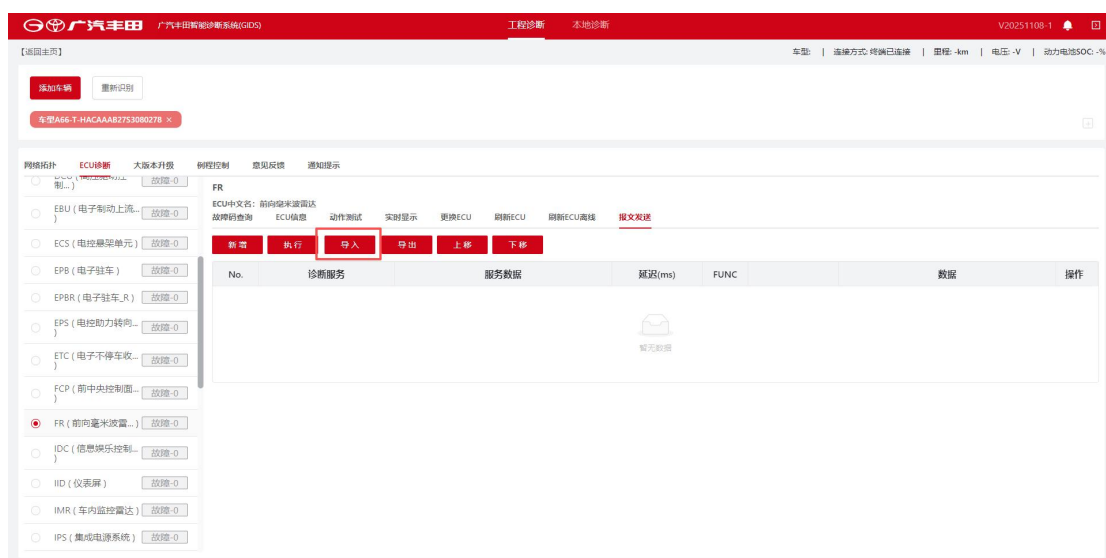
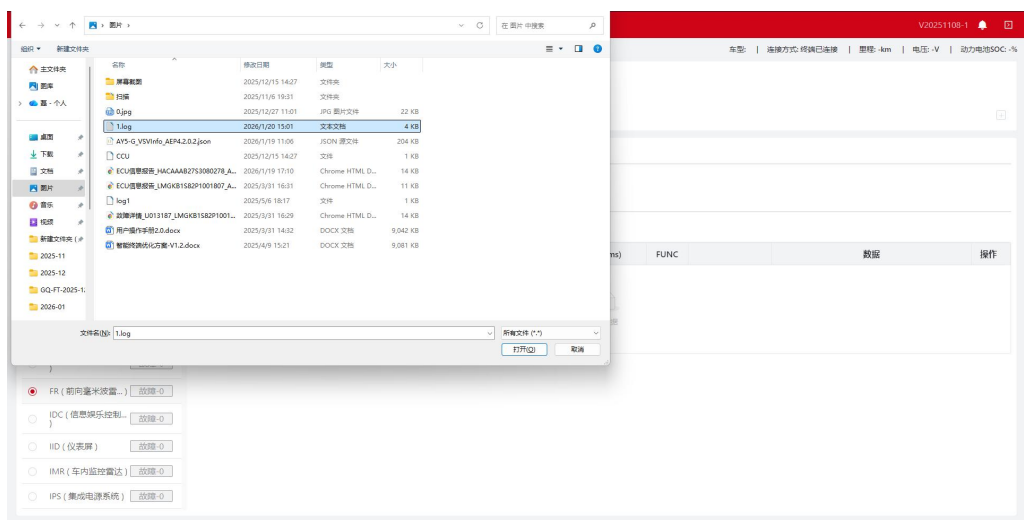
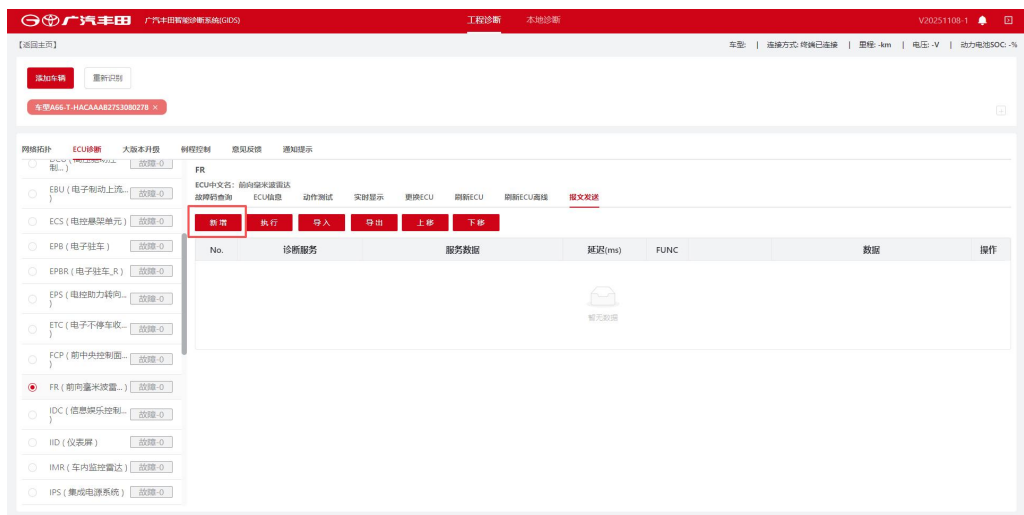
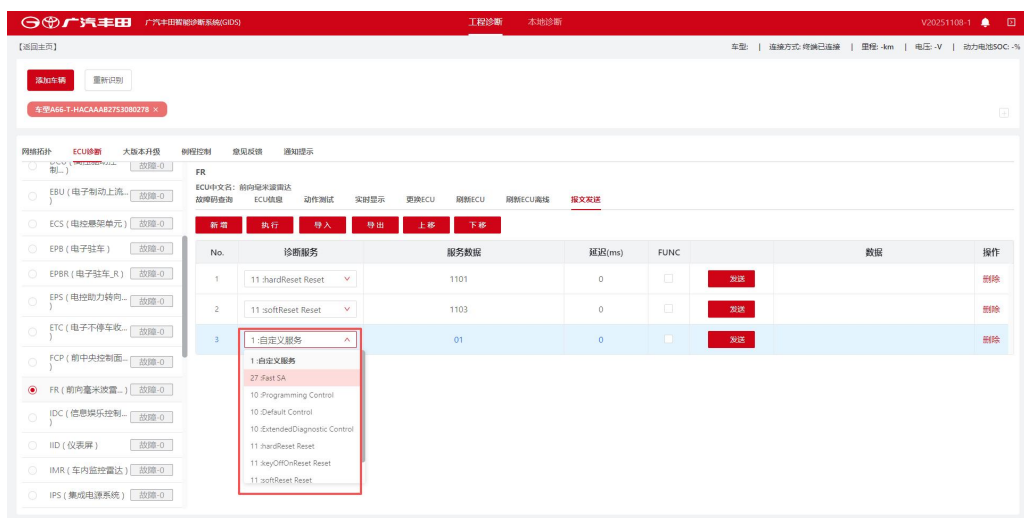

Рис. 5-36 Кнопка импорта
Рис. 5-37 Использование локального файла
Рис. 5-38 Добавление
Рис. 5-39 Выбор диагностической услуги
2. Нажмите [Импорт], как показано на Рис. 5-36 Кнопка импорта и Рис. 5-37 Использование локального файла, чтобы импортировать содержимое, соответствующее формату диагностических сообщений. Система корректно распознает и считывает его. Также можно нажать [Добавить], как показано на Рис. 5-38 Добавление, чтобы добавить диагностическую услугу и выбрать требуемую услугу в разделе «Диагностическая услуга», как показано на Рис. 5-39 Выбор диагностической услуги.